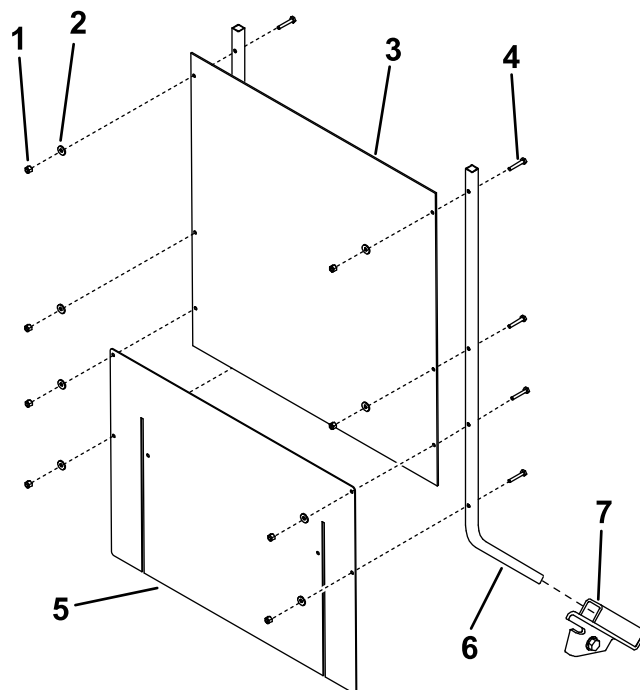

Figura 8
- Infilate i supporti dello schermo di protezione nelle cavità delle staffe dello schermo montate sul trattorino (Figura 8).
- Montate lo schermo di protezione e la falda flessibile sui supporti dello schermo come illustrato in Figura 8, mediante 8 bulloni (1/4 x 1-1/2 poll.), 8 rondelle e 8 dadi di bloccaggio (1/4 poll.).